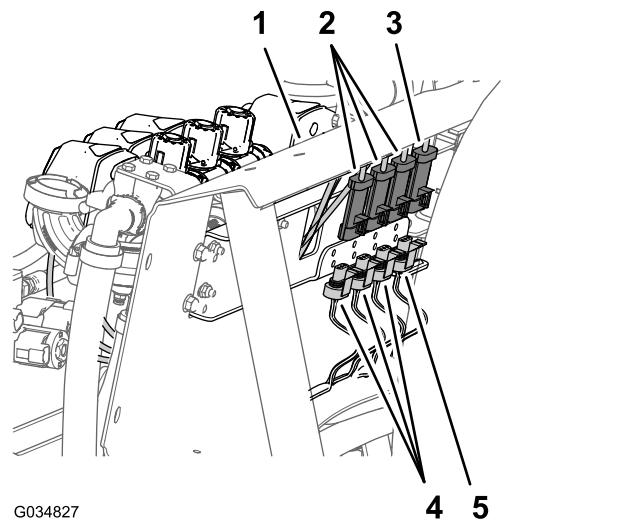

Bild 23
2. Ziehen Sie an der Rückseite der Verteilerbefestigung den 3-Buchsen-Stecker vom Rührwerkventil und die 3-Buchsen-Stecker von den drei Auslegerabschnittventilen ab (Bild 23).